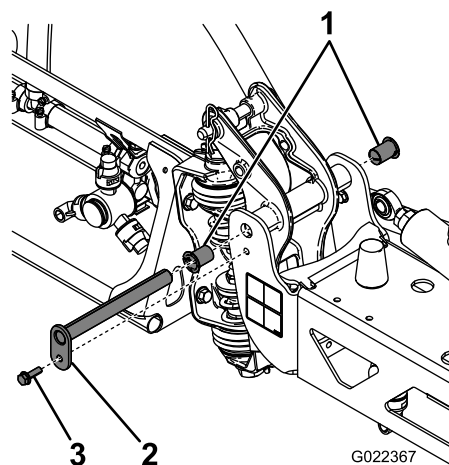

Figura 46
3. Quando il peso della barra è supportato, togliete il bullone e il dado che fissano il perno di articolazione nel gruppo barra (Figura 46).
6. Togliete le boccole di nylon dal lato frontale e posteriore della staffa orientabile e controllatele (Figura 46).
8. Montate la barra e la staffa orientabile nel telaio centrale, allineando i fori (Figura 46).